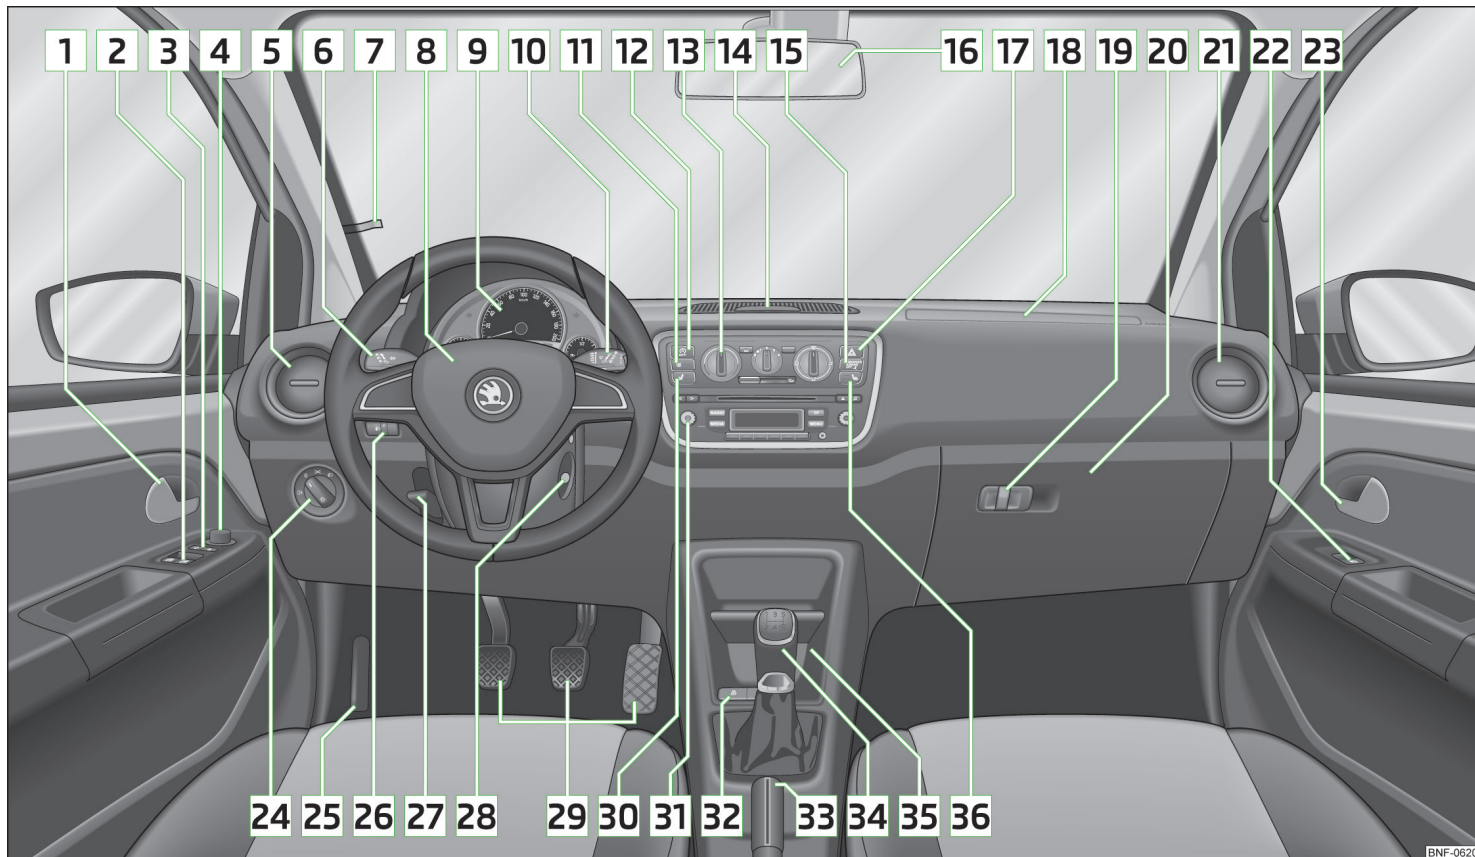

Fig. 16 Postul de conducere
- La autovehiculele cu volanul pe partea dreaptă ordinea aranjării elementelor de comandă diferă parțial față de ordinea prezentată în » fig. 16. Simbolurile corespund elementelor de comandă.